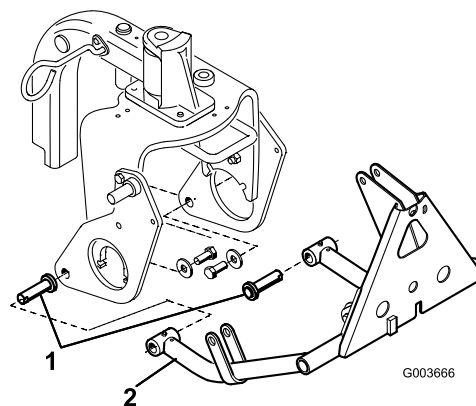

Bild 8
- Stecken Sie einen Zylinderstift in jedes Schubarmrohr, siehe Bild 8.
- Setzen Sie die Schubarmrohre in die rechte und linke Befestigungsplatte und richten Sie die Zylinderstiftführungen mit den Löchern in den Befestigungsplatten aus (Bild 8).
- Befestigen Sie jeden Zylinderstift mit einer Schraube (5/8 x 1-1/2 Zoll) und einer Scheibe (1,68 Außendurchmesser x 0,65 Innendurchmesser) an jeder Befestigungsplatte, siehe Bild 8. Ziehen Sie die Schrauben mit 203 Nm an.